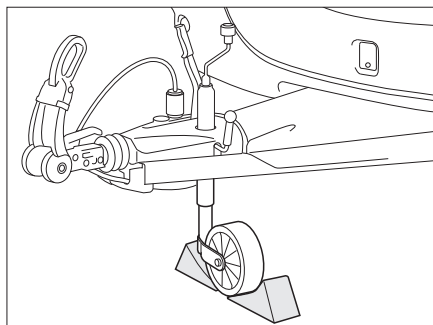

Bild 180 Stützrad sichern
- Das Stützrad quer zur Fahrtrichtung stellen und mit geeigneten Hilfsmitteln sichern (Bild 180).